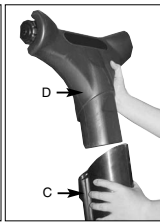

Fig. 1B
- Sätt in sughuvudet (D) i sugröret (C) (fig. 1B).